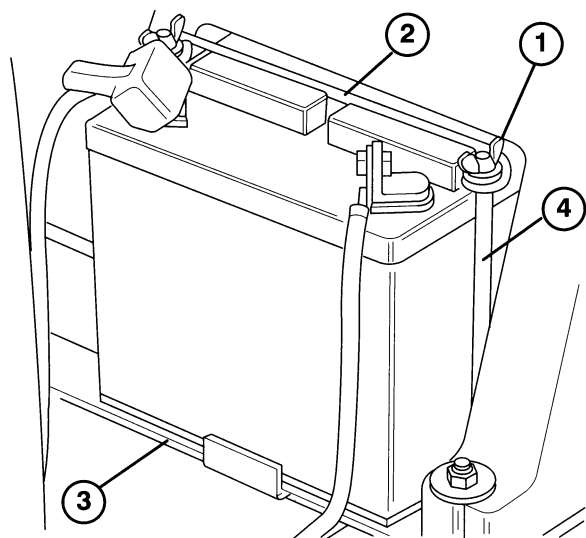

Fig. 1
2. Løsn fløjmotrikkerne og skiverne, der fastholder batteribøjlen på batteriboltene, og fjern batteriet fra maskinen. Fjern påfyldningsdækslerne fra batteriet, og fyld langsomt hver celle, indtil batterisyren står lige over pladerne (fig. 1).